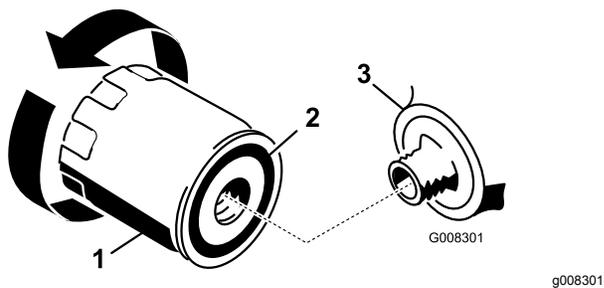

Bild 27
- Entfernen Sie den alten Ölfilter und wischen Sie die Dichtfläche am Anbaustutzen ab (Bild 27).
- Schmieren Sie die Gummidichtung am neuen Ölfilter (Bild 27) mit etwas Frischöl ein.
- Ziehen Sie den Filter um eine weitere 1/2 bis 3/4 Umdrehung (Bild 27).